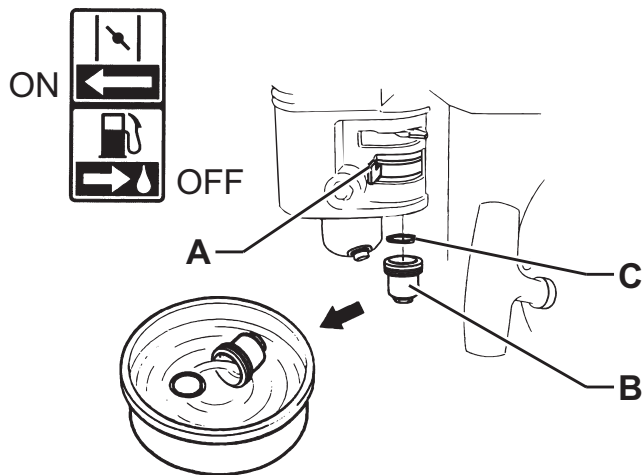

Рис. 23
2. Поверните ключ зажигания (61) в положение «0».
3. Откройте капот машины (18), потянув за ручку (41), и надежным образом закрепите его с помощью опорного стержня (53).
4. Поднимите и разберите на части перегородку правой стороны (45).
5. Переместите топливный рычаг (А, Рис. 23) в положение ВЫКЛ. Вытащите цилиндр топливного фильтра (В) и уплотнительное кольцо (С).